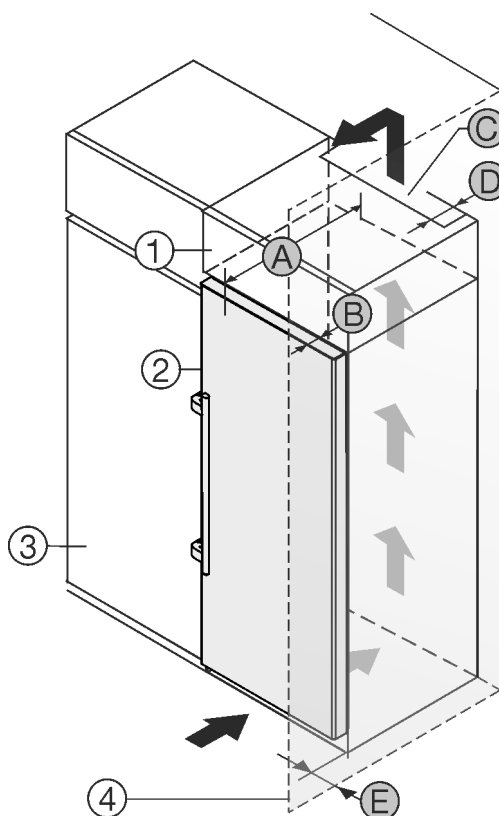

Fig. 2
- (1) 附加柜 \*
- (2) 冰箱 \*
- (3) 餐具柜 \*
- (4) 墙壁 \*
- (A) 冰箱深度 \*
- (B) 门深度 \*
- (C) 通风横截面 \*
- (D) 冰箱背面间距 \*
- (E) 到冰箱侧面的间距 \*
您可以将冰箱直接放置在餐具柜 Fig. 2 (3) 旁边。\*
在附加柜背面必须有一个竖风道，其深度 Fig. 2 (D) 应超过整个附加柜宽度。\*
盖板下必须保有通风横截面 Fig. 2 (C)。\*
如果将带铰链的冰箱放置在墙壁 Fig. 2 (4)边, 冰箱和墙壁必须至少相距 57 mm。这取决于冰箱门打开时把手与墙壁的距离。
为了能完全打开门, 冰箱必须凸出橱柜正面一定门深度 Fig. 2 (B)。根据餐具柜 Fig. 2 (3)的深度, 使用壁距调整垫片可以使冰箱更为凸出。\*